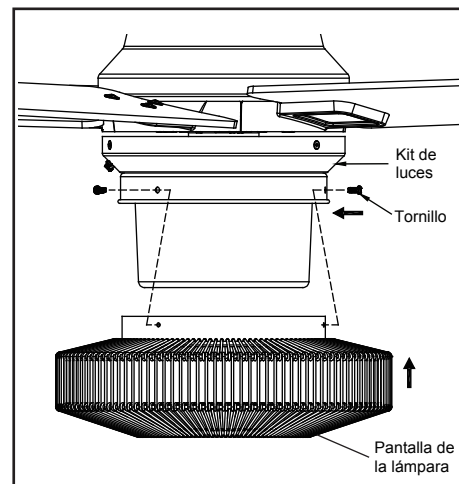

Figura 17
5. Coloca la pantalla de la lámpara dentro del kit de luces alineando los tres orificios de tornillo en la pantalla del kit de luces con los orificios de tornillo en el kit de luces. Asegura con los tornillos de fijación de pantalla de lámpara provistos. (Figura 17)